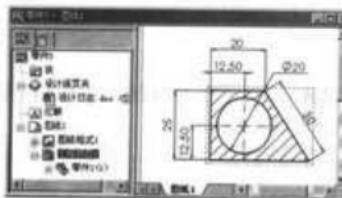

图 6-116 填充剖面线图案到所选面
(4) 单击 $\checkmark$ （确定）按钮，即可将剖面线图案填充到所选择的模型面上，如图 6-116 所示。